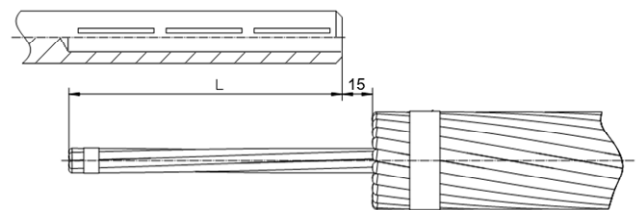
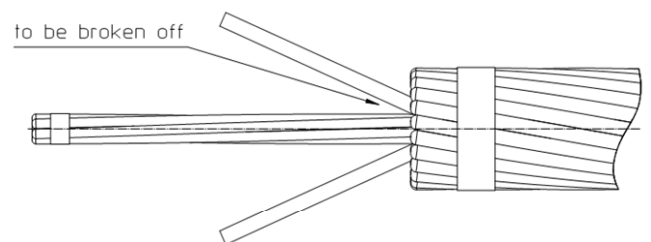

Bild 2
Bild 3
5. Markieren Sie auf dem Leiterseil die Länge, auf welcher die Aluminiumlitzen gekürzt werden sollen. Die Kürzungs-länge entspricht der Länge der Stahlhülse plus ca. 15 mm (Bild 2). Für Leiterseile > Ø 40 mm kann die Länge auch plus 25 mm sein.
6. Fixieren Sie die Aluminiumlitzen mit einem Kabelbinder in der Nähe der Abisolierung (Bild 2). Schneiden Sie die Aluminiumlitzen senkrecht zur Leiterachse mit dem Abisolierwerkzeug "RIGID" ab. Beim Abschneiden der Aluminiumlitzen ist auf die letzte Lage zu achten. Diese Litzen dürfen nicht vollständig durchtrennt werden. Sie müssen abgebrochen werden, um eine Beschädigung des Stahlkerns zu vermeiden. Entgraten Sie die Schnittkanten, falls erforderlich (Bild 3).